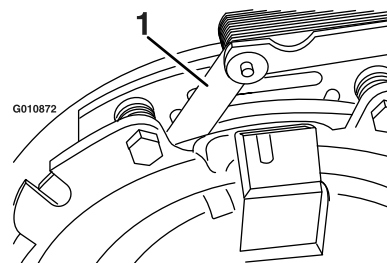
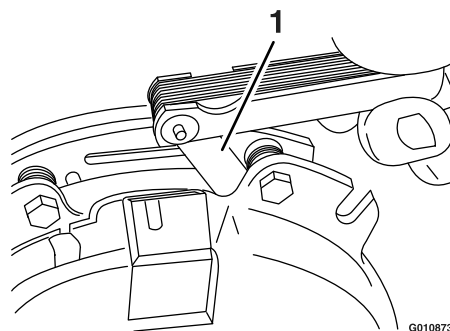

Figure 65
Figure 66
- E. À l'aide d'une jauge d'épaisseur de 0,025 cm (0,010 po), vérifiez qu'il existe un entrefer entre le rotor et la face de l'induit, de chaque côté du pôle de frein, comme montré à la Figure 65 et la Figure 66.